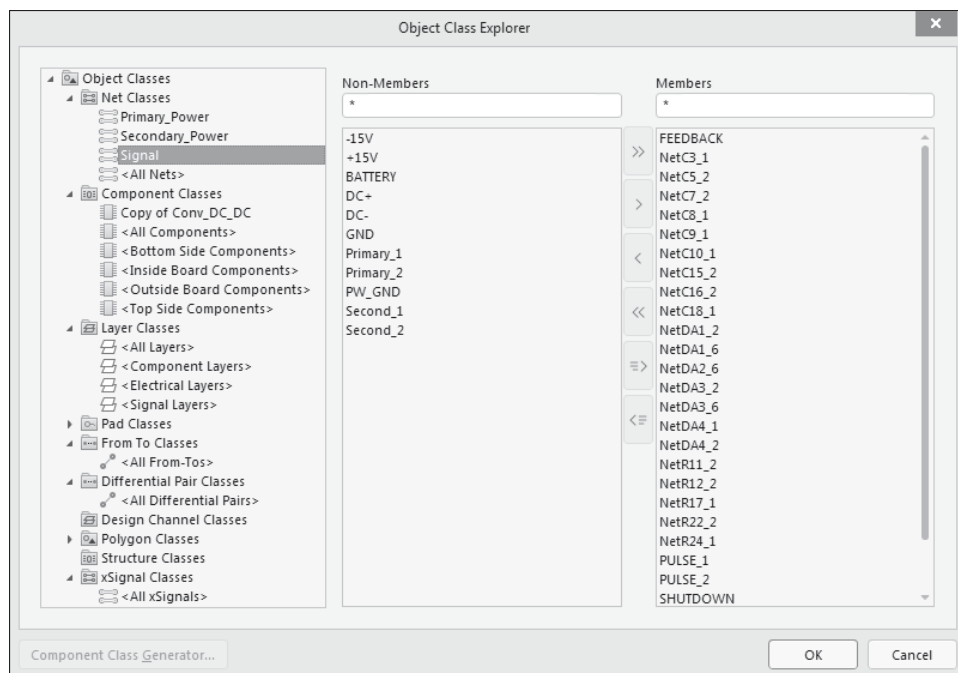

Рис. 5.3. Диалоговое окно назначения классов цепей
1. Выполните команду главного меню программы **Design | Classes** — откроется диалоговое окно управления классами объектов **Object Class Explorer** (рис. 5.3).
На рис. 5.3 приведен результат группировки сигнальных цепей функционального узла в класс **SIGNAL**.